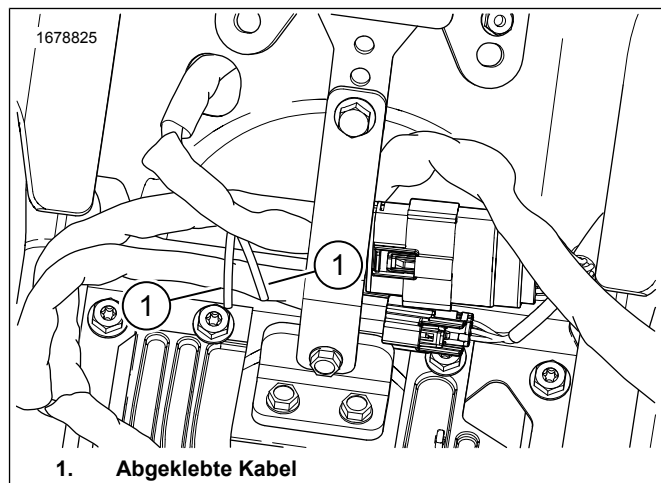

Abbildung 4. Batterieträger-Kabel
1. Abbildung 4 Die abgeklebten weiß/rosa und weiß/braunen Kabel im Bereich des Batterieträgers ausfindig machen. Das Klebeband von den Kabeln entfernen.